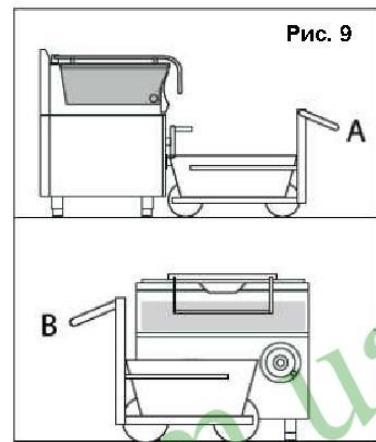
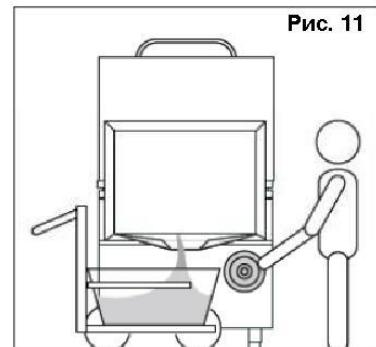

Рис. 9
Рис. 11
После завершения готовки под готовочной камерой размещают и фиксируют приемную емкость (из подходящего материала и достаточного объема) (см. рис. 9 А/В).
- Приготовленная заранее емкость для продуктов (рис. 9А/В) должна располагаться таким образом, чтобы не препятствовать вращению маховика (рис.11);
- Встав сбоку изделия, начать поворачивать маховик (рис. 11). Готовочная камера должна начать наклоняться, давая продуктам скользнуть в приемную емкость;